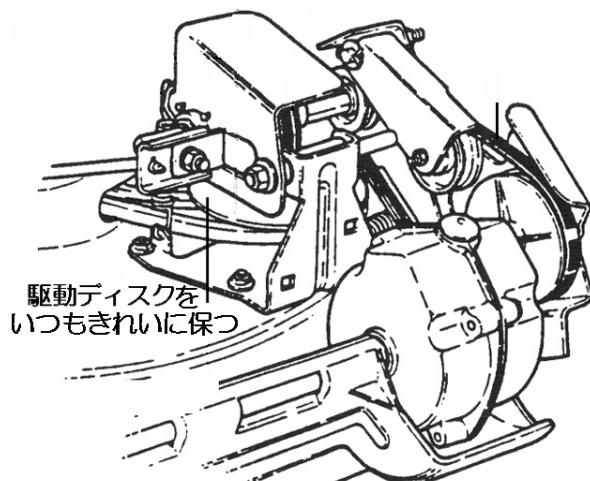

図5-3
2. フィルプラグを外した穴から中を覗いて、ギアの上までグリースがなければスナッパー'OO'グリースを補充します。駆動ディスクの上にグリースをこぼさないでください。オイルがこぼれたら(17ページ)に従って駆動ディスクを清掃してください。 (図5-3)